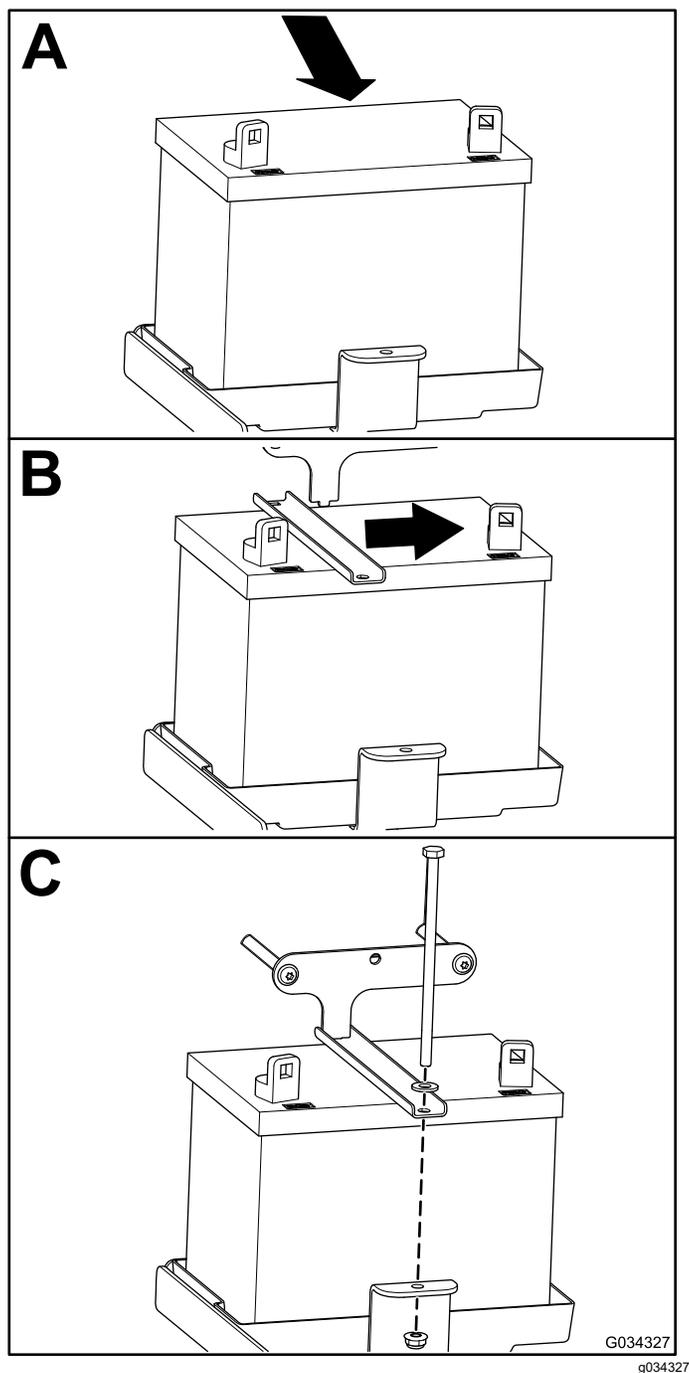

Рисунок 46
1. Установите аккумуляторную батарею, как показано на Рисунок 46.